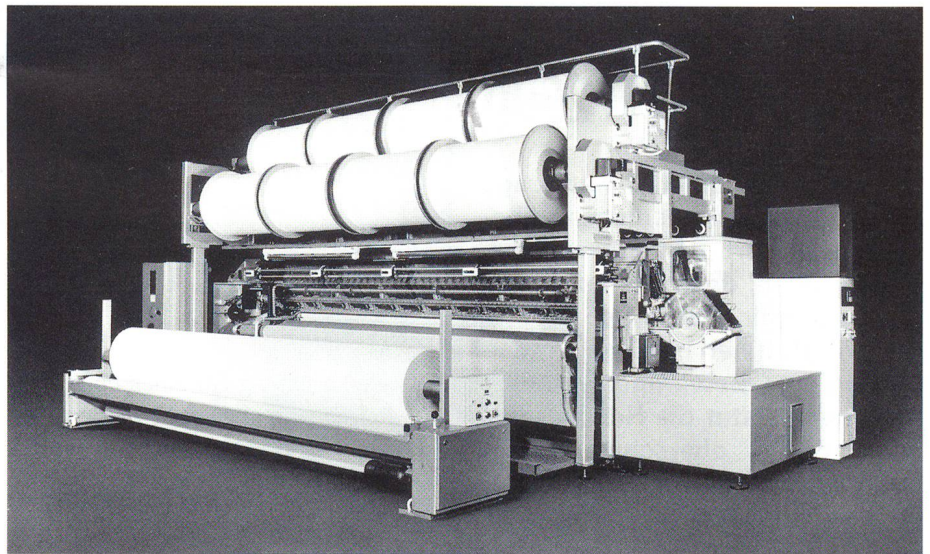
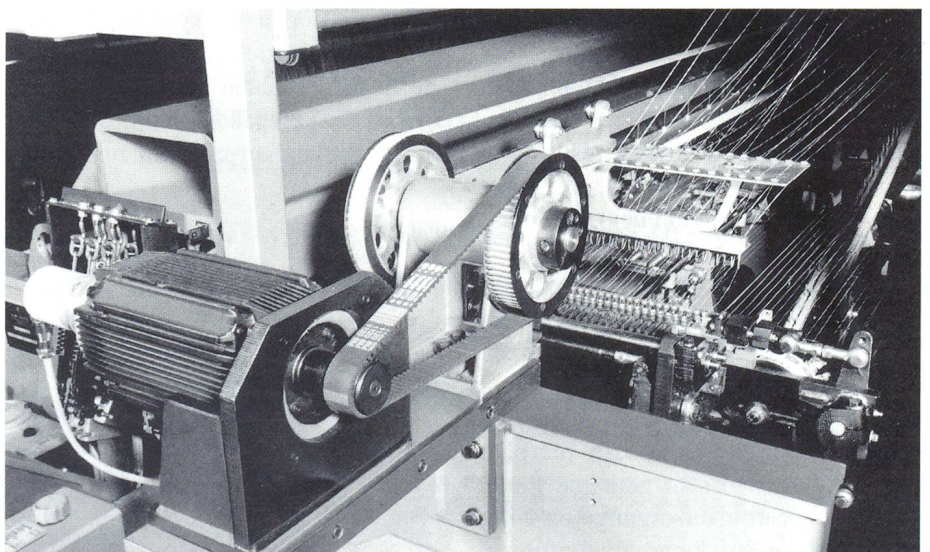

Abb. 1: RS 2 (3) EMS-Magazinschuss-Raschelmaschine für technische Textilien
Abb. 3: Die Schussfäden werden gleichmässig mit dem Schusslegewagen über die Nennbreite der Maschine verlegt durch die programmierbare Steuerung über Servomotor
Schneid- und Einlegesystem sowie einem patentierten elektronisch gesteuerten Legewagenantrieb über Servomotor (Abb. 3) erheblich gesteigert werden. So erreicht die Raschelmachine RS 2 (3) EMS (Abb. 1) mit einer Nennbreite von 5410 mm (213") und einer Produktionsdauerleistung von 1200/min eine Schusseintragsleistung von 6492 m/min! Diese Leistungssteigerung ist erzielt worden durch neuentwickelte Antriebs- und Wirksysteme. Gleichzeitig wurde besonderer Wert auf verschleiss- und wartungsfreie Bauelemente gelegt. Die stabile Bauweise der Maschine zeigt sich
ser Bedeutung. So lassen sich Garne aus Baumwolle, Viskose und Polyacryl genauso gut verarbeiten wie hochfeste Polyesterfäden bis dtex 1600 und texturierte Polyesterfäden bis dtex 50. Die programmierbare Schussfadenzuführung ist ein weiteres Highlight der Maschine. Hierzu wird ein programmierbarer Servomotor eingesetzt, der den Schussfaden-Legewagen steuert (Abb. 3). Ergebnis: fadenschonende, gleichmässige Fadenspannung während des gesamten Eintragszyklus. Durch die Möglichkeit, Schussfäden mit längsorientierten Kettfäden (Stehfäden) zu kombinieren, lassen sich D.O.S. (= direkt orientierte) Strukturen mit absoluter Dimensionsstabilität erreichen. Das Besondere an der Magazinschuss-Rascheltechnik ist, dass dies auch bei offenen Strukturen möglich ist, da die